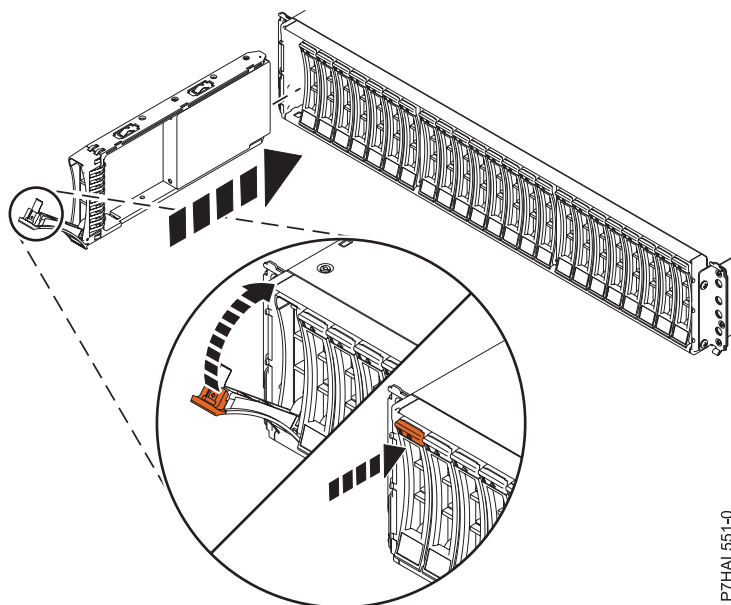

Figura 3. Instalación de la unidad de disco en Alojamiento de unidad de disco 5887
1. Con el asa en la posición de desbloqueo, como se muestra en Figura 3 en la página 11, sostenga la unidad por la parte inferior mientras la alinea con los rieles de guía de la unidad de expansión.